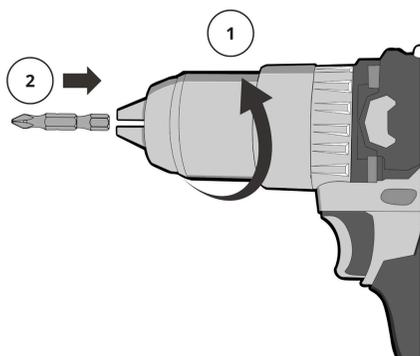
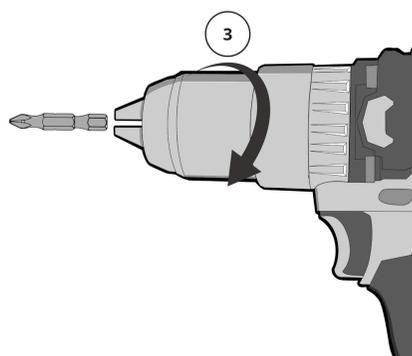

Рис.6
Рис.7
**Установка инструмента в патрон (рис.6, рис.7):**